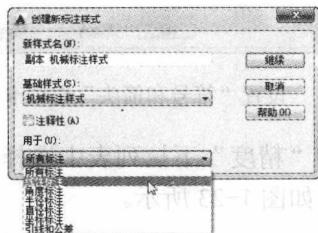

图 1-25 选择适用的标注
建”按钮，弹出“创建新标注样式”对话框，在“用于”下拉列表中选中“线性标注”选项，如图 1-25 所示。
1. 在“标注样式管理器”对话框的“样式”列表框中选中“机械标注样式”，单击“新建”按钮，弹出“创建新标注样式”对话框，在“用于”下拉列表中选中“角度标注”选项，如图 1-25 所示。